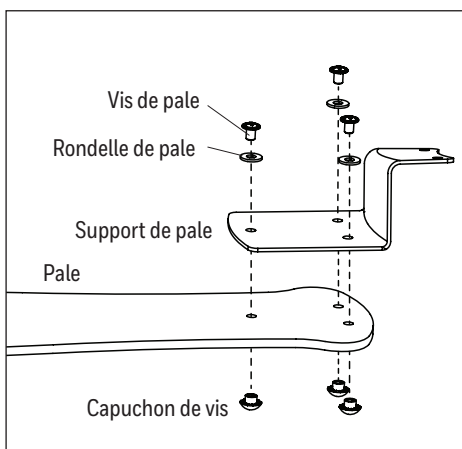

Figure 5.4
- Fixez une pale sur un support de pale à l'aide des vis, rondelles de pale et les capuchons de vis provenant de la trousse de quincaillerie. Faites de même pour chaque pale (Figure 5.4).